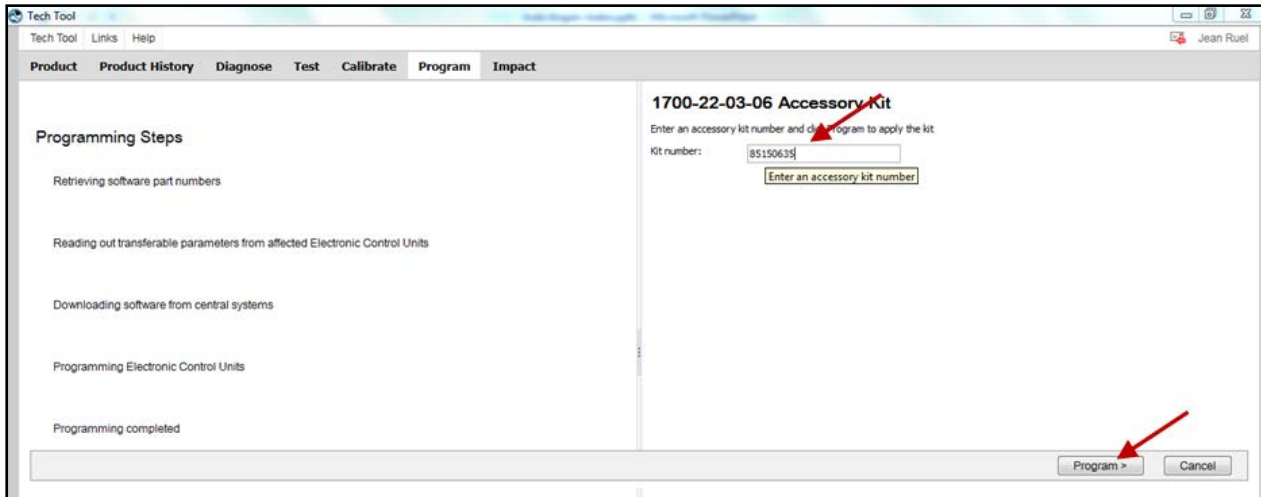
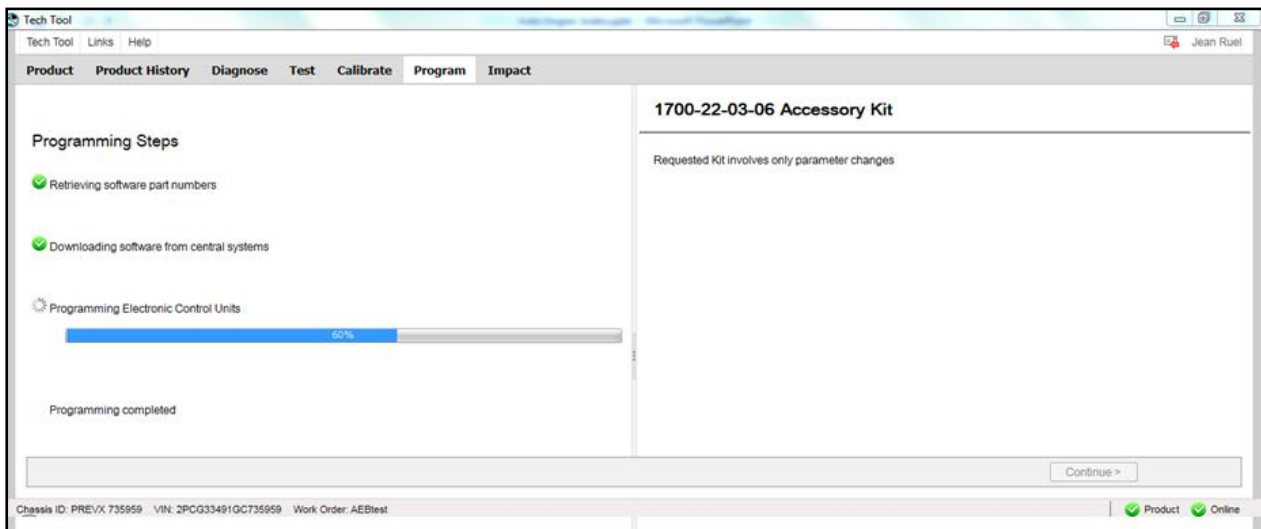

FIGURE 2
FIGURE 3
2. Saisir le numéro d'ACCESSORY KIT **85150635** (FIGURE 2).
3. Cliquez sur le bouton PROGRAM (programme) ci-dessous et suivre les instructions. Le processus de programmation va commencer (FIGURE 2, FIGURE 3).